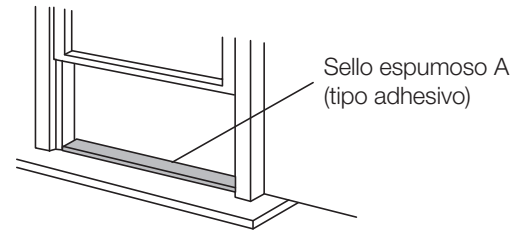

Fig. 8
1. Cortar el sello espumoso (tipo adhesivo) en la longitud apropiada y sujetarlo a la repisa de la ventana. Fig. 8.